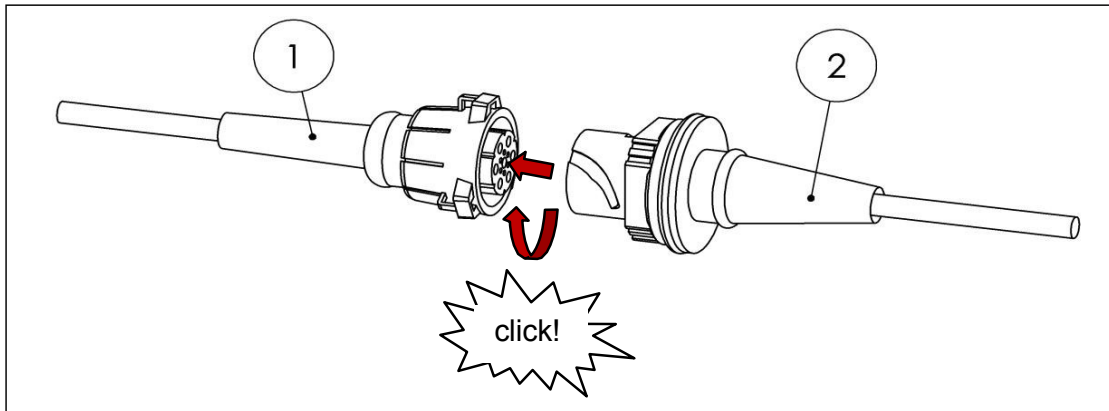

Fig. 21
- Enrute el cable del interruptor de cabina del juego de accesorios (artículo no. 11) a la cabina del conductor (vea la Fig. 21).